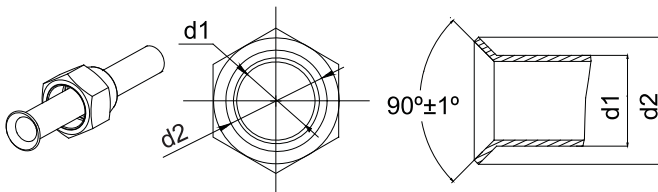

Fig.11
- (1). Tăiați conducta de legătură cu cleștele de tăiat țevi și îndepărtați bravurile.
- (2). Țineți conducta în jos pentru a nu lăsa ca așchiile să intre în conductă.
- (3). Îndepărtați capacele manșonului de la supapa de oprire a unității de exterior și în interiorul sacului de accesorii al unității de interior, apoi introduceți-le în conducta de legătură și apoi lărgiți conducta de legătură cu o sculă de evazare.
- (4). Verificați dacă piesa manșonului este uniformă și dacă sunt fisuri. (a se vedea Fig.11)